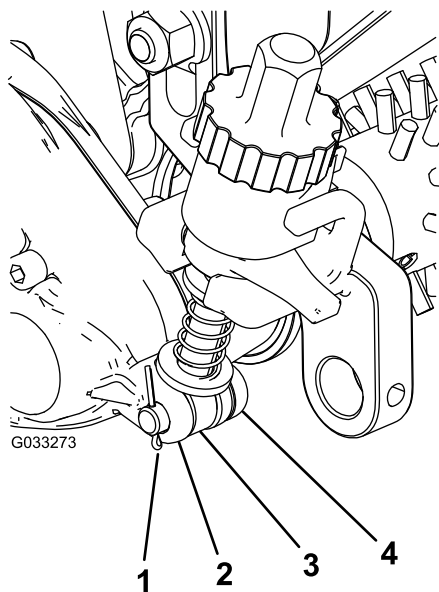

Figure 19
3. Glissez la tige du bras de réglage près du boîtier d'entraînement du groomer dans l'espace sur le boîtier d'entraînement et fixez-la avec une goupille de réglage et une goupille fendue (Figure 19).